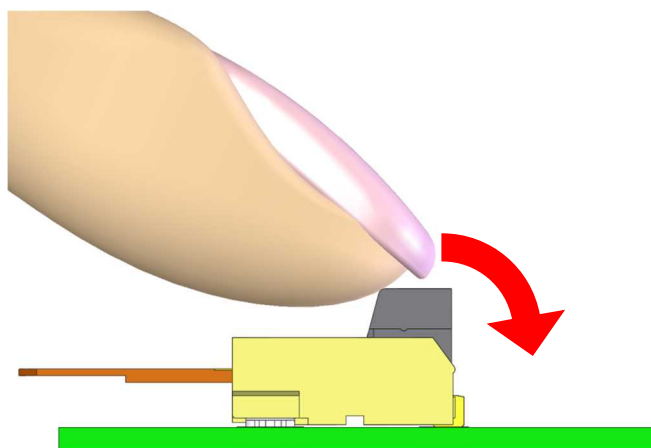

Fig.3. アクチュエータのロック操作方法 (The lock operation method of Actuator)
- (4) アクチュエータのロック操作の際は、アクチュエータを FPC/FFC 挿入方向から Fig.3 の矢印方向に、指の腹で押してください。
In the case of lock operation of Actuator, Please push an actuator in the direction of an arrow of Fig.3 in the inside of a finger from FPC/FFC insertion.